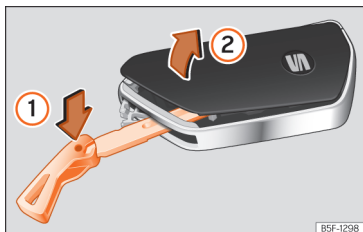

Fig. 69 Clau del vehicle: obrir la tapa del compartiment de la pila.
- Introduïu l'espasi a la ranura » » » fig. 69, pressioneu-lo en el sentit de la fletxa ① i allibereu la tapa fent palanca ②.